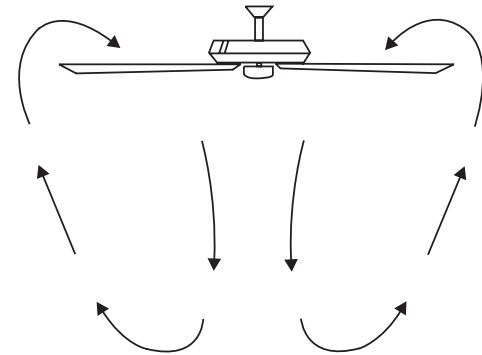

Fig. 20
**Temps chaud** - En avant (sens inverse des aiguilles d'une montre) Un flux d'air vers le bas crée un effet de refroidissement, comme illustré à la Fig. 20. Cela vous permet de régler votre climatiseur sur un réglage plus chaud sans nuire à votre confort.